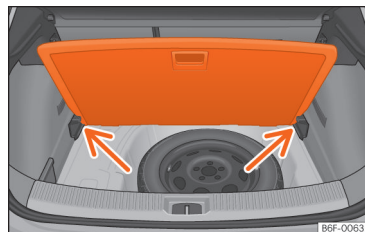

Abb. 146 Variabler Gepäckraumboden: geneigte Stellung.
- Legen Sie den Gepäckraumboden auf die dafür vorgesehenen Aufnahmen >>> (Abb. 146) (Pfeile).